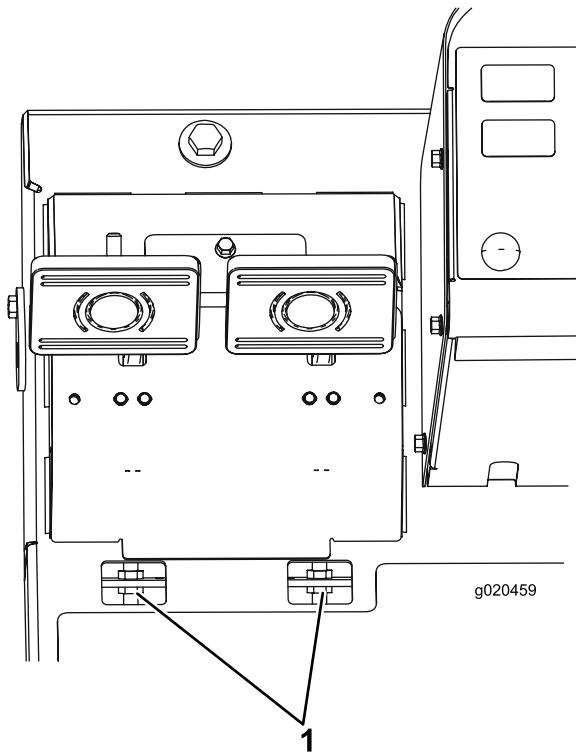

Рисунок 71
- B. Отпустите переднюю гайку на резьбовом конце гибкого тросика тормоза (Рисунок 71).